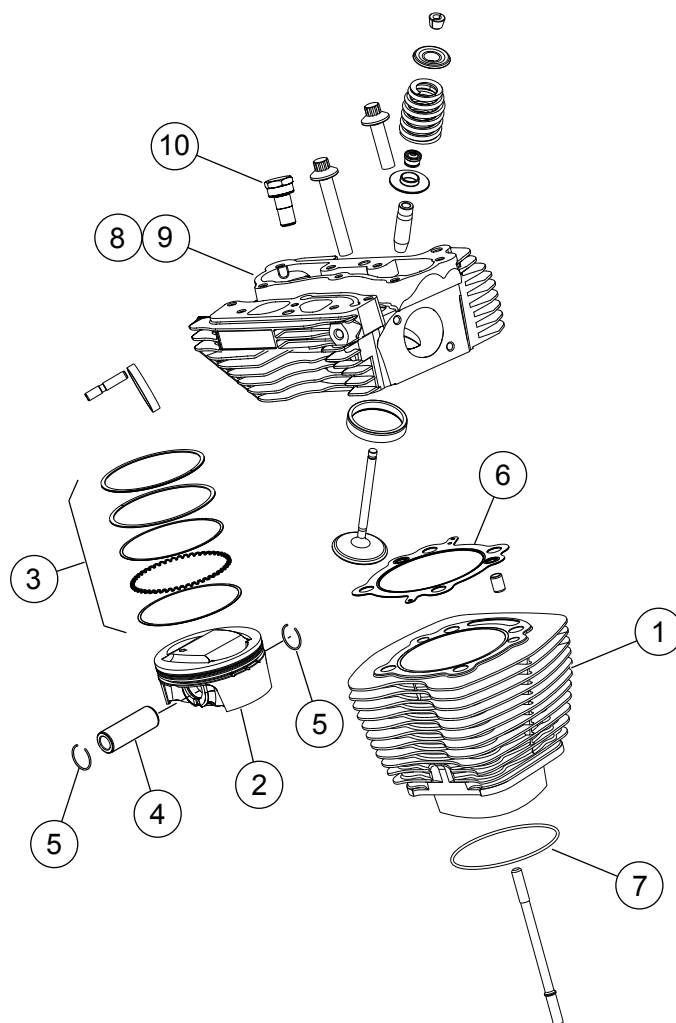
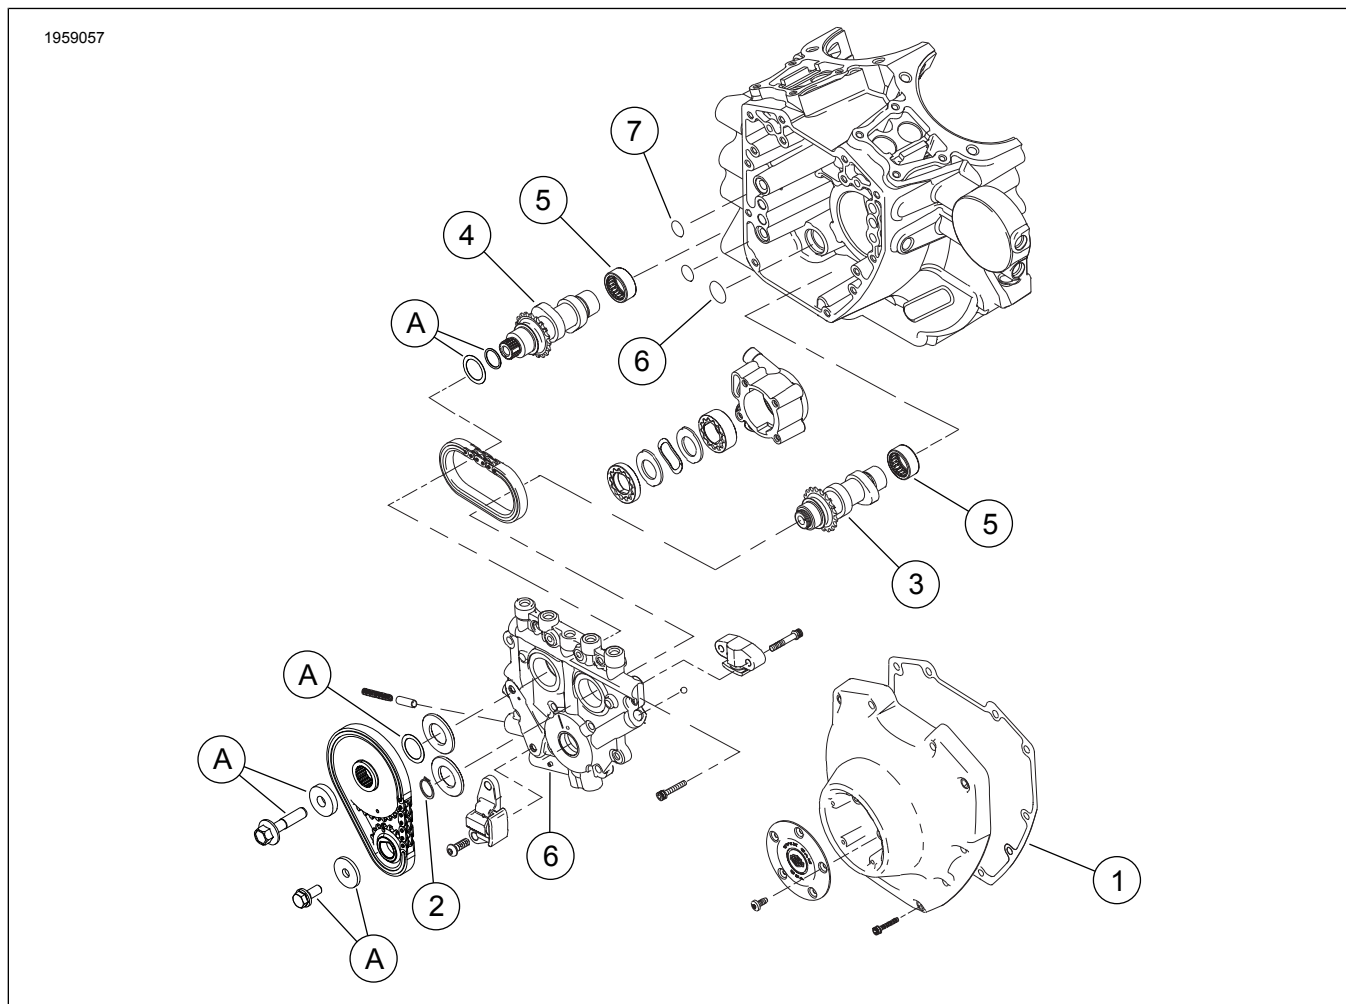

Figura 1. Piezas de servicio: Kit Stage 4 Screamin' Eagle TC 1690 cm³ (103 pulg.³)
Figura 3. Piezas de servicio: Kit Screamin' Eagle Pro 103 (1690 cc) Etapa 4
Ver Figura 1 a Figura 3 , y Tabla 1 a Tabla 3 .
1. Ver Figura 3 . Inspeccione los cojinetes de agujas del árbol de levas (7) y reemplácelos si es necesario.
2. Ver Figura 1 a Figura 3 . Arme las levas en la placa de las levas, las culatas de los cilindros de alto rendimiento y el extremo superior del motor usando las piezas del kit. Vea las secciones correspondientes del MOTOR en el Manual de servicio.